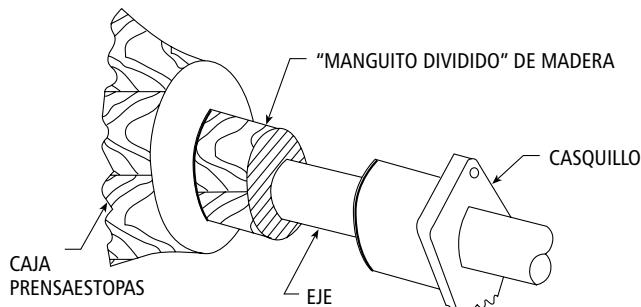

Figura 14
4. Para empacar la caja prensaestopas, instale los anillos de empaque y el aro de linterna en la secuencia siguiente. Instale dos anillos de empaquetadura, luego el aro de linterna, y luego los tres anillos de empaquetadura restantes. Instale cada anillo por separado y asíéntelo firmemente. Se recomienda el uso de un manguito dividido de madera para esta operación. Vea la figura 14. Use el casquillo para mover el manguito y el anillo dentro de la caja. Alterne las juntas en cada aro 90°. Asegúrese de que la toma embutida en la caja prensaestopas se alinea con el centro del aro de linterna.